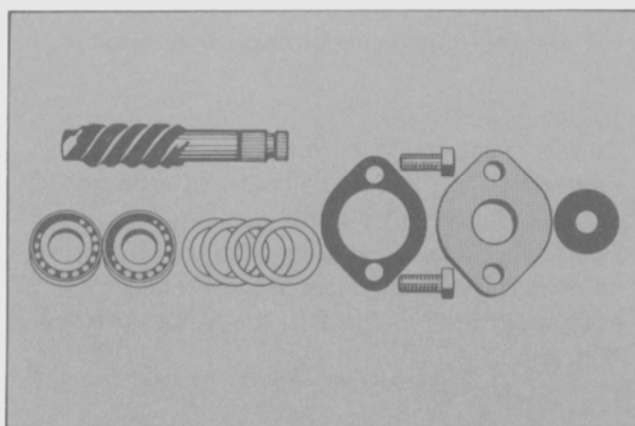

Fig. 20 - Componentes del conjunto de piñón.
- Retirar por completo la tapa y asegurarse que el retén del piñón esté lleno de grasa, y volver a colocar la tapa y la junta. Colocar sellador a la rosca de los tornillos y ajustar éstos a la torsión especificada. (Fig. 20).